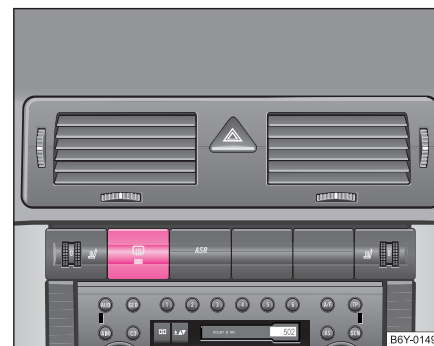

Fig. 40 Conmutador para la calefacción de luneta
- Presione el conmutador  ⇒ fig. 40, para conectar el calefaccionado de luneta.